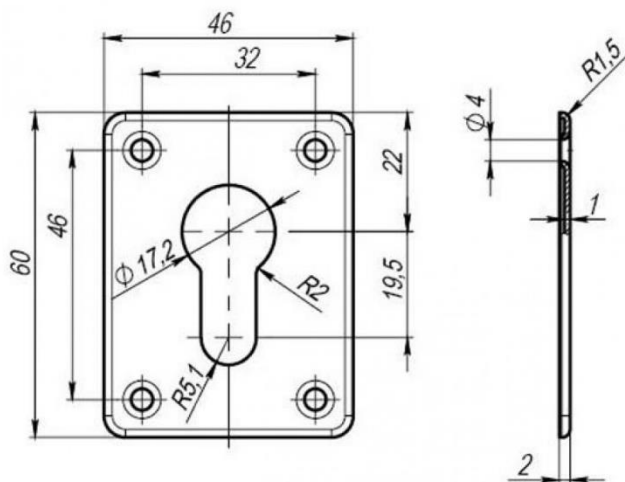

Рис. 1. Накладка для замка
**Изготовьте накладку для замка (рис. 1).**